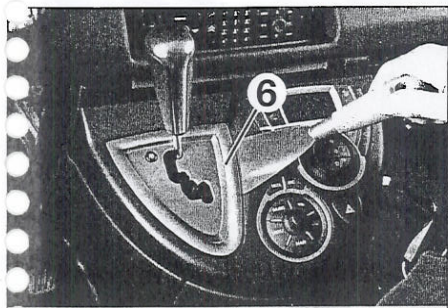

FIGURA 9-12
- Desengrapar el embellecedor de rejilla de palanca de velocidades (6) (figura 9-12).